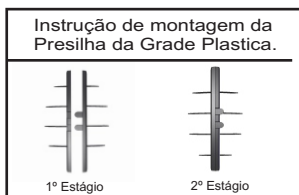

Fig 02
- 3º - Coloque a porca (03) na ponta do eixo do motor, apertando-a em sentido **anti-horário**, (esquerda) até encostar na hélice.
- 4º - Posicione a grade dianteira (02), em frente a grade traseira (07) de maneira a coincidir os encaixes da grade, na seqüência, engate as presilhas distribuídas em toda a circunferência da grade, de maneira que o acabamento da grade (01) fique na posição correta. Conforme Fig.02.